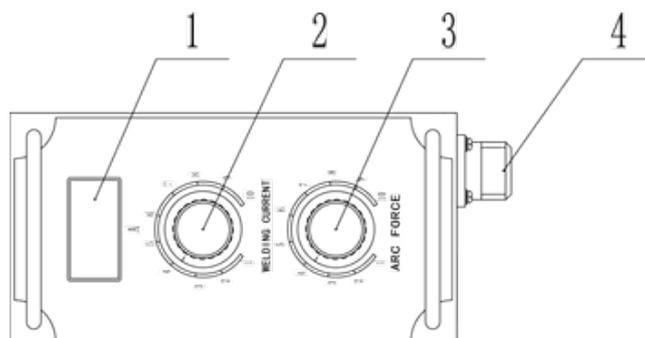

Рис. 6-1-1: Пульт дистанционного управления
1. Соедините пульт дистанционного управления со сварочным аппаратом (гнездо 4, рис. 6-1-1) с помощью 7-контактного кабеля управления;